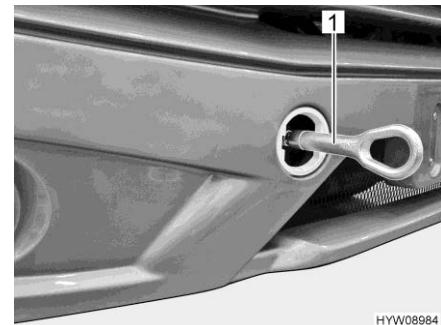

Fig. 42 Occhione di traino (installato)
- Montare l'occhione di traino (Fig. 42,1) come indicato nel manuale di funzionamento del veicolo di base.